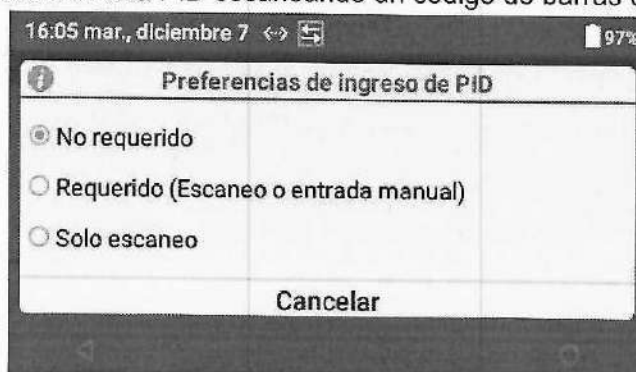

Figura 37: Preferencias de ingreso de PID
- 2 En el cuadro de diálogo (Figura 37), seleccione la opción apropiada: